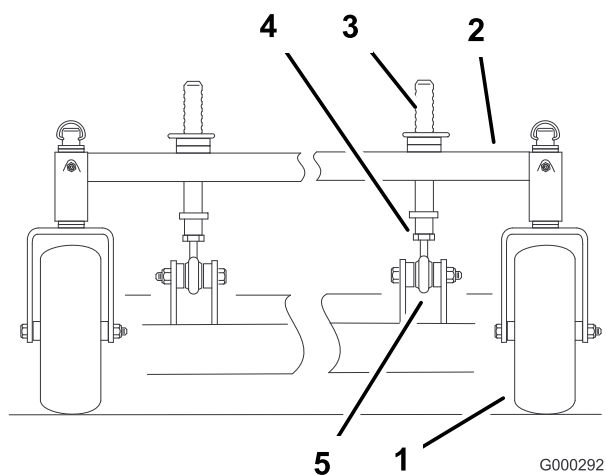

Figure 59
- Vous pouvez régler les montants de hauteur de coupe avant pour modifier l'inclinaison avant/arrière (Figure 59).
- Pour élever l'avant du plateau de coupe, desserrez le contre-écrou et tournez la goupille avant dans le sens horaire (Figure 59).
- Pour abaisser l'avant du plateau de coupe, desserrez le contre-écrou et tournez la goupille avant dans le sens anti-horaire (Figure 59).
- Tournez les lames dans le sens longitudinal. Mesurez la distance aux points **C** et **D** (Figure 59) entre une surface plane et le bord coupant des lames.
- Resserrez les écrous de blocage (Figure 59).